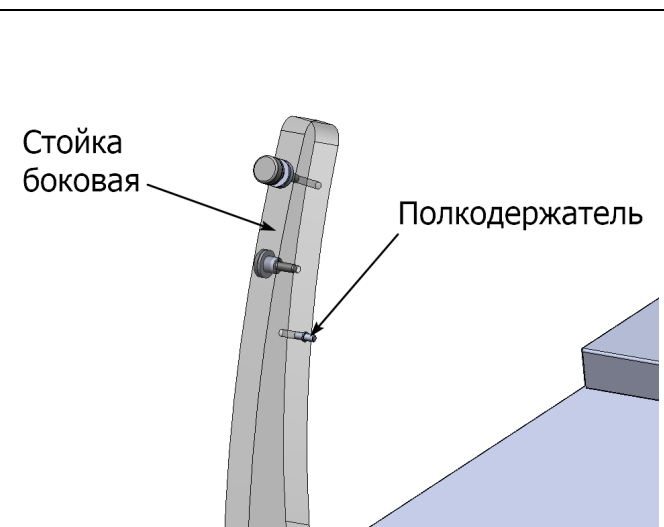

рис. 4
4. Перед установкой стёкол-антизапотевателей на витрины AURORA MG BASIC SELF, необходимо установить полкодержатели в отверстия стоек (рис.4 и 5).